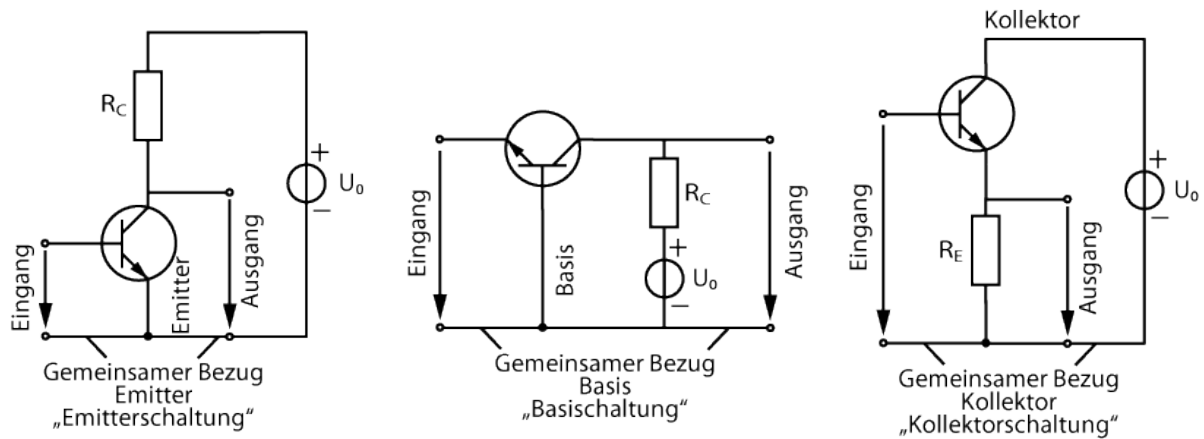

Abbildung 7: Transistorschaltungen: Emitter-, Basis- und Kollektorschaltung
1.1.6 Verstärker-Grundschaltungen (Abb. 7)